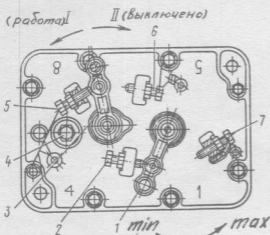

Рис. 6. Крышка регулятора частоты вращения:
17. Проверить устойчивость работы двигателя на минимальных оборотах холостого хода и при необходимости отрегулировать минимальные обороты холостого хода вращением регулировочного болта 2 (Рис. 6). При проверке повысить обороты до 1400—1500 об/мин и резко сбросить обороты на минимум. (Ключ гаечный открытый 12 мм, отвертка 8,0 мм)